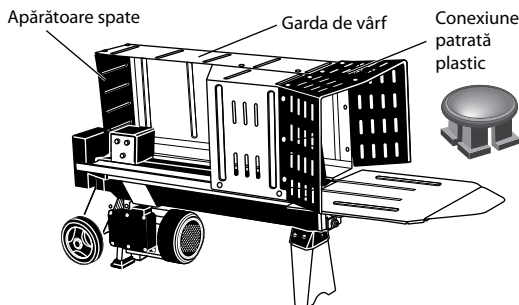

Fig. 4
6. Asigurați-vă că găurile apărătoarelor stânga și dreapta sunt aliniate cu găurile apărătoarei de acces, utilizați 12 buc. conexiuni patrate din plastic pentru a conecta apărătorile dreapta și stânga cu apărătoarea gurii de acces toate împreună. Apoi folosiți conexiuni pătrate din plastic pentru a conecta apărătoarea dreaptă și apărătoarea din spate (Fig.4).